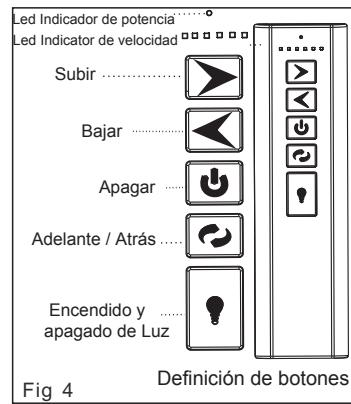

Fig. 4
- Los botones del control remoto, controlan la velocidad y luz como se dice a continuación. (Fig 4)